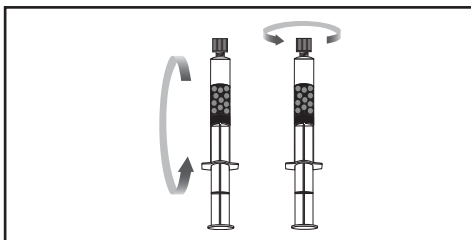

Figura 2b.
2.3 Miscelare capovolgendo/ruotando delicatamente la siringa ogni 5 minuti (Figura 2b). Un forte scuotimento può provocare la formazione di schiuma.